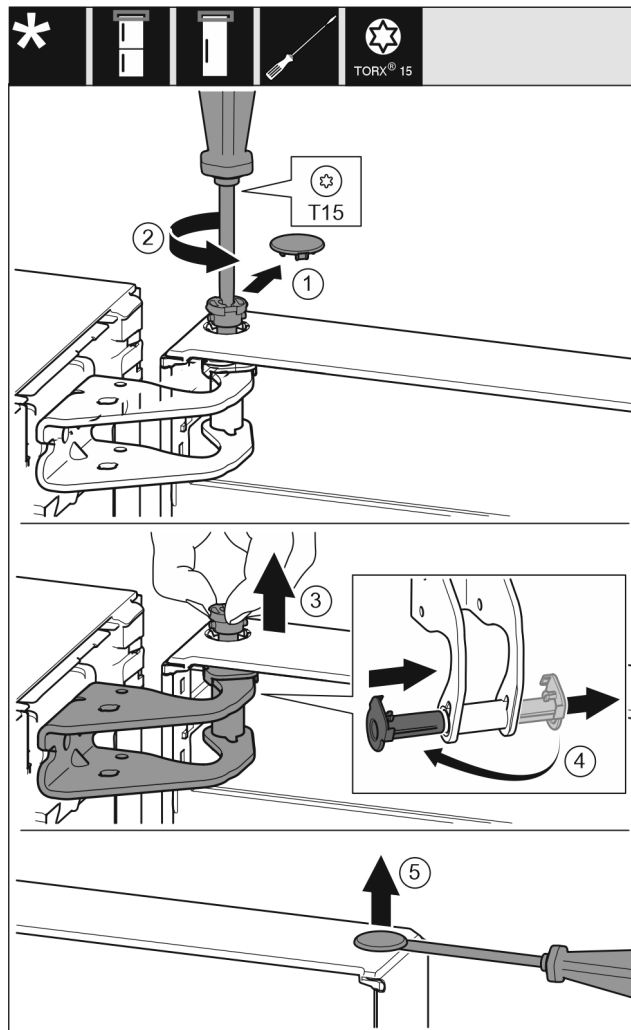

Fig. 7
► Осторожно снимите предохранительную крышку. Fig. 7 (1)
► Немного выкрутите палец отверткой T15. Fig. 7 (2)
► Удерживая дверь, извлеките палец вручную. Fig. 7 (3)
► Опорную втулку вытяните из направляющей. Установите и зафиксируйте с другой стороны. Fig. 7 (4)
► Осторожно приподнимите и извлеките при помощи шлицевой отвертки заглушку из опорной втулки двери. Fig. 7 (5)